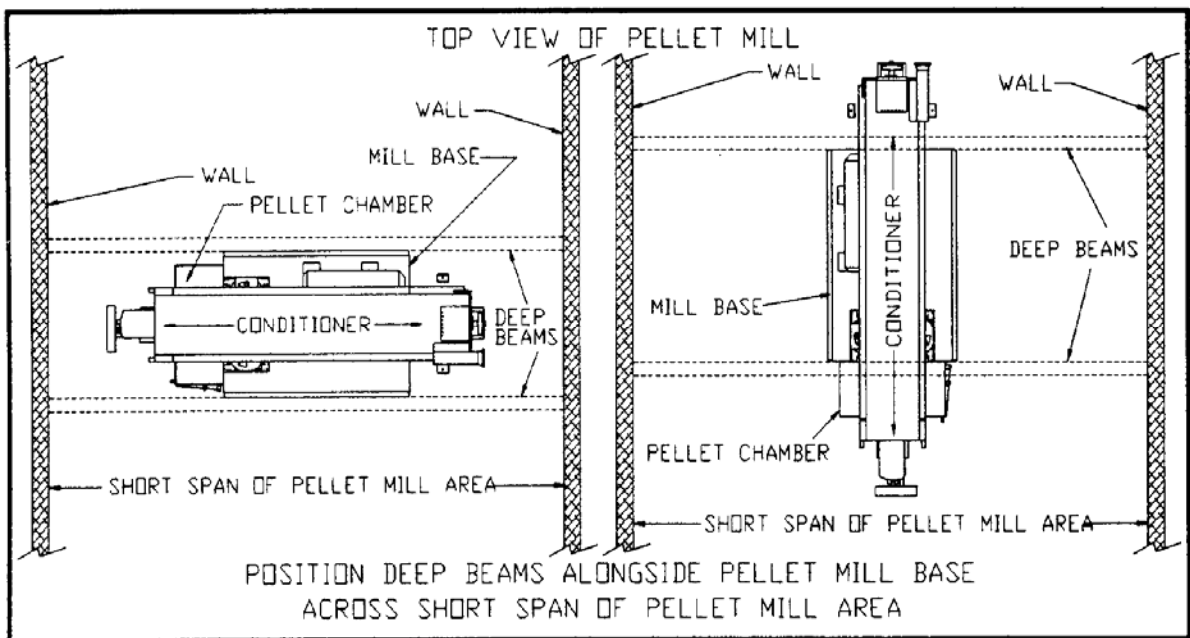

图2.1
- 沿着制粒机两边，跨越制粒机区域较短的一边，深埋数根横梁。见图 2-1。